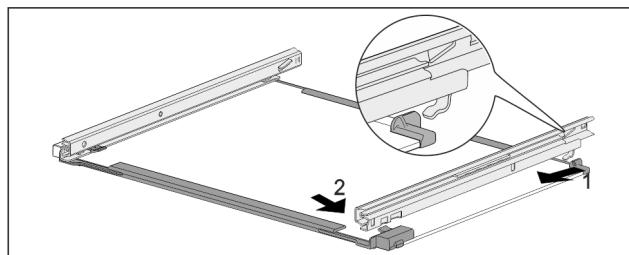

Fig. 143 Tablette en verre avec rails
- ▶ Accrocher le rail à l'arrière. Fig. 143 (1)
- ▶ Accrocher le rail à l'avant. Fig. 143 (2)